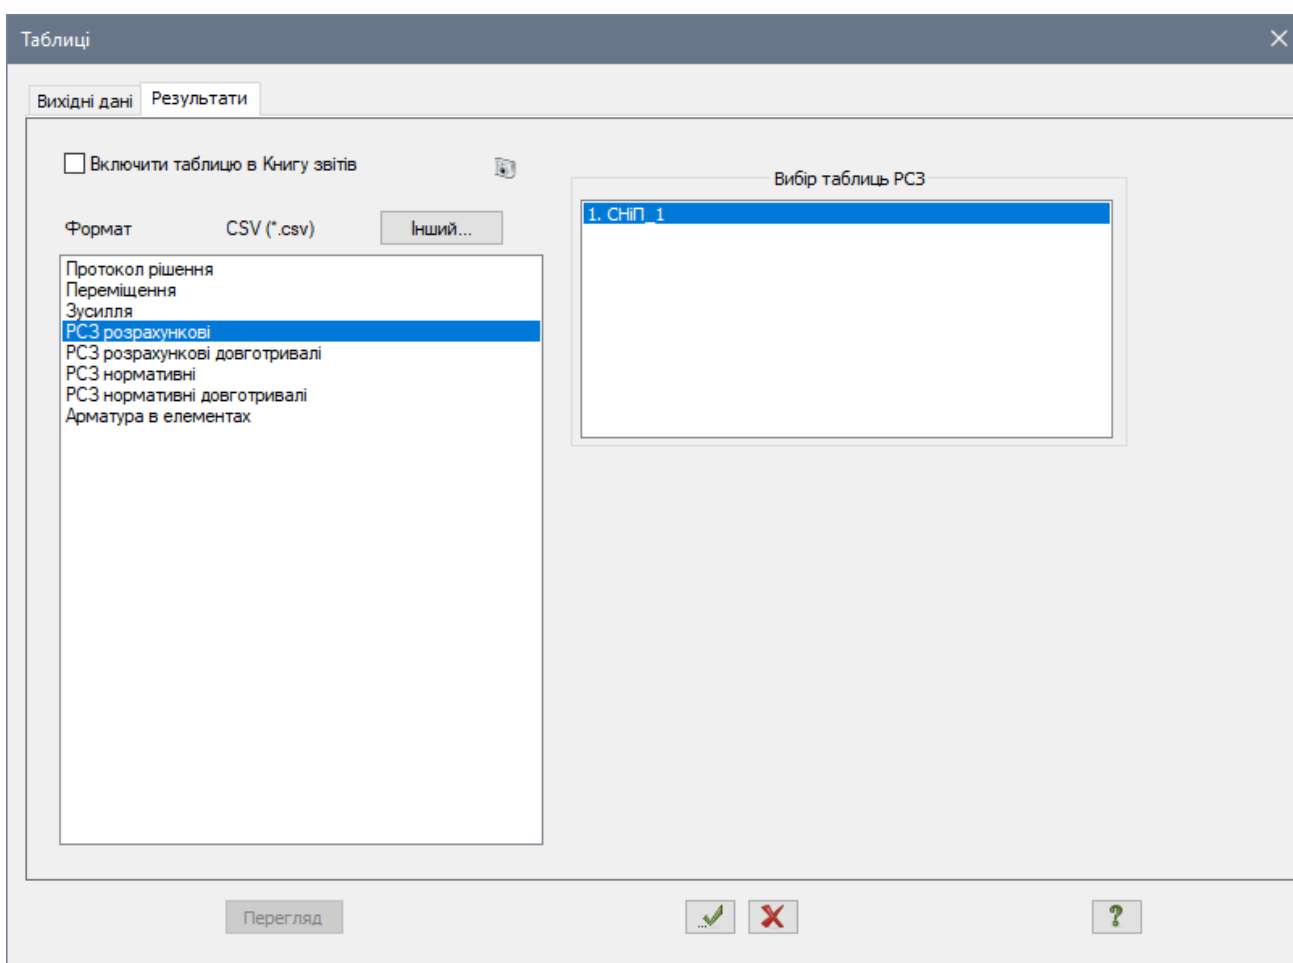

Рис. 6.21. Діалогове вікно Таблиці
- Після цього в діалоговому вікні **Таблиці** (рис. 6.21) виділіть рядок **PC3 розрахункові**.